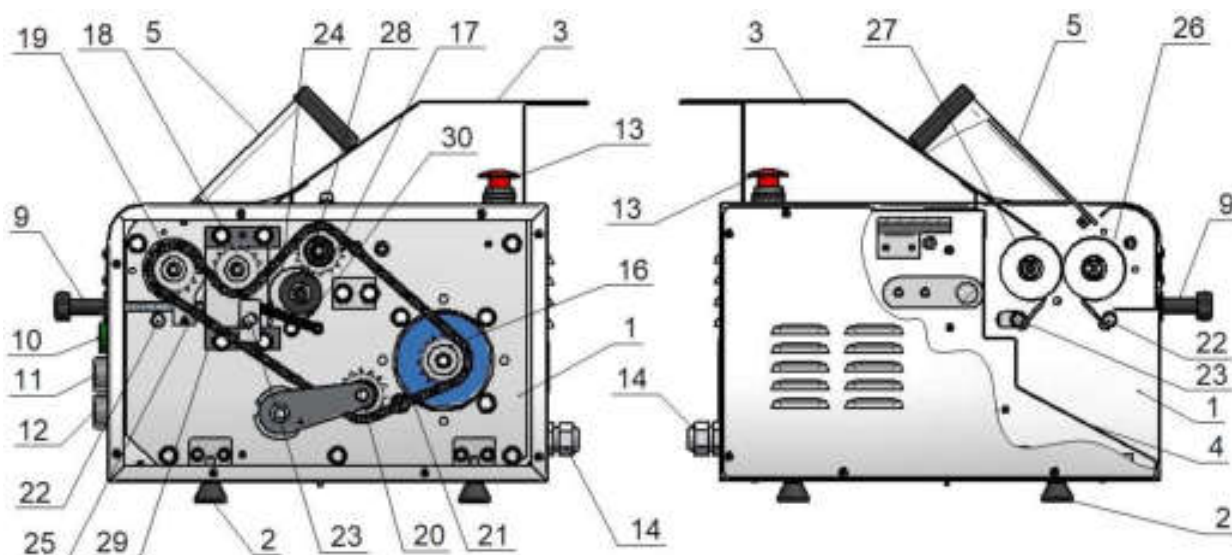

Рисунок 2
7.3.3 **Регулировка толщины диска из теста** осуществляется изменением расстояния между скалками: передней (26) и подвижной (27) (см. рис.2). Для изменения расстояния между передней и подвижной скалками (см. рис.3) поверните рычаг (1), расположив необходимое значение лимба (2) под стрелкой указателя (3): для уменьшения расстояния – против часовой стрелки, для увеличения — по часовой стрелке. Дополнительная фиксация положения рычага (1) не требуется.